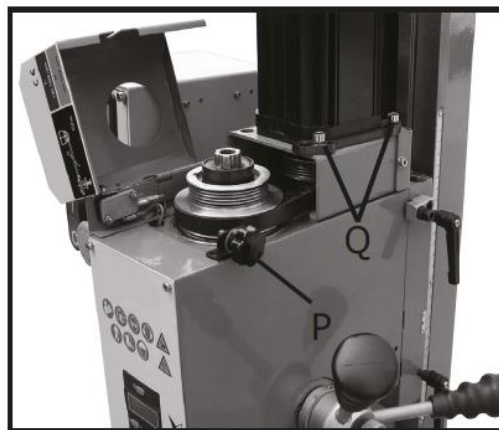

Рис. 10
Высокая/низкая скорость (рис. 10)
1. Поверните ручку (P, рис. 10) против часовой стрелки, чтобы открыть крышку шкива шпинделя.
2. Ослабьте винты (Q, рис. 10), чтобы переместить двигатель вперед или назад и отрегулировать ремень в положении H или L. Скорость можно выбрать в соответствии